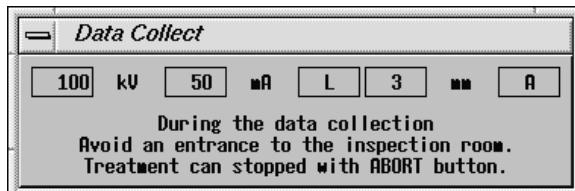

Figura 3.1-9 Exibição de exemplo de condições de aquisição dos dados de calibração
- (4) A tecla de início de escaneamento () acende. Quando esta tecla é pressionada, aquisição de dados de calibração inicia. As condições de aquisição são exibidas durante aquisição de dados de calibração como é mostrada na figura 3.1-9.